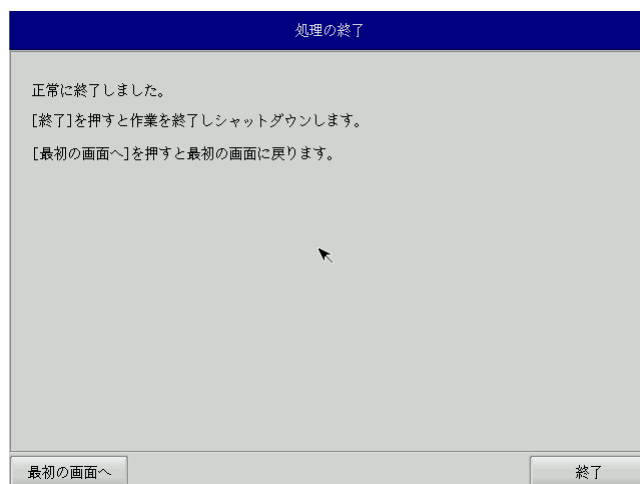

図 6-2-5. 終了画面
- ⑨ 終了画面（図 6-2-5）が表示されると工場出荷イメージの書き込みは完了です。[終了]ボタンを押して電源を落とし、DVDドライブを外します。